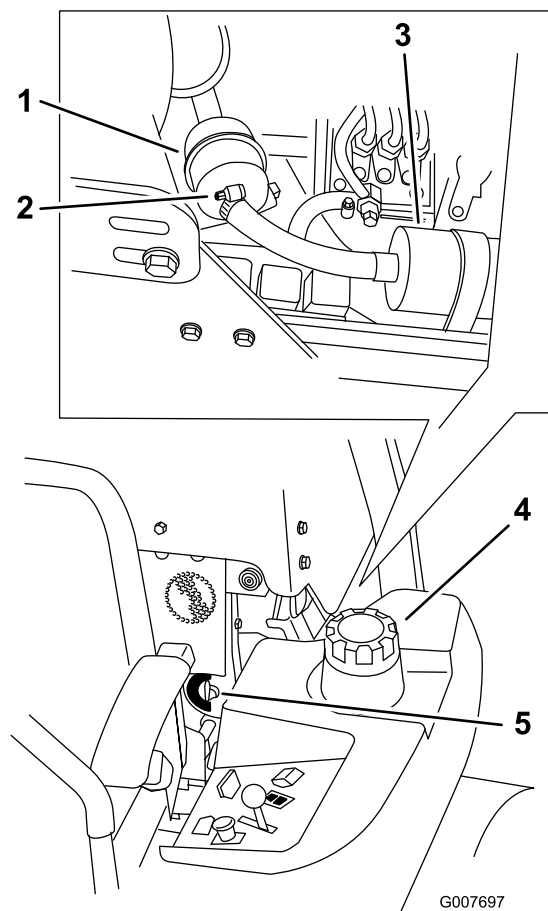

Figura 52
4. Cierre la válvula de cierre de combustible (Figura 52).
5. Afloje las dos abrazaderas y desconecte los tubos de combustible del filtro de combustible (Figura 52).
6. Instale un filtro nuevo. Conecte los tubos de combustible al filtro de combustible e instale las abrazaderas (Figura 52).